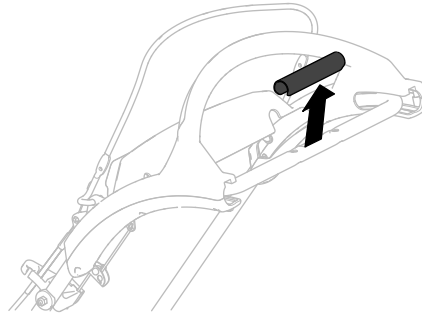

Figure 1
3. Déposez le cache sur la partie supérieure du guidon (Figure 1).